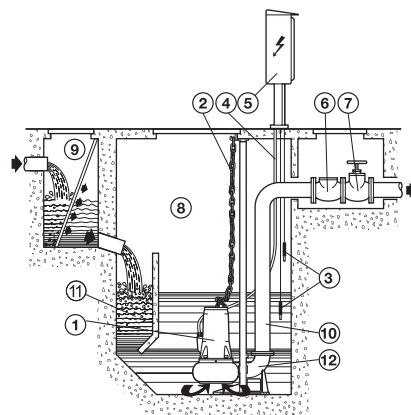

Fig. 6
- fixă cu electropompa poziționată pe piciorul de susținere blocat pe fundul puțului sau bazinului de colectare (fig. 6).
5.2.2 INSTALARE FIXĂ CU CARLIG AUTOMAT PE PICIORUL DE SUPT (FIG. 6)
Pentru pompele neprevăzute cu întrerupător automat cu plutitor incorporat, este necesară instalarea unui sistem de control cu sonde (fig. 6) sau cu plutitor sau alte aparate care să asigure nivelul minim al lichidului și care să protejeze electropompa împotriva mersului pe uscat.